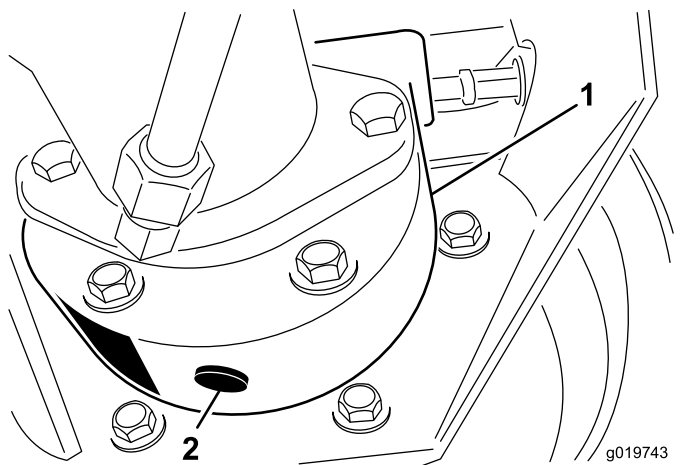

Figura 92
4. Coloque o recipiente de escoamento por baixo da estrutura do travão, retire o tampão e deixe o óleo escorrer para o recipiente (**Figura 92**).